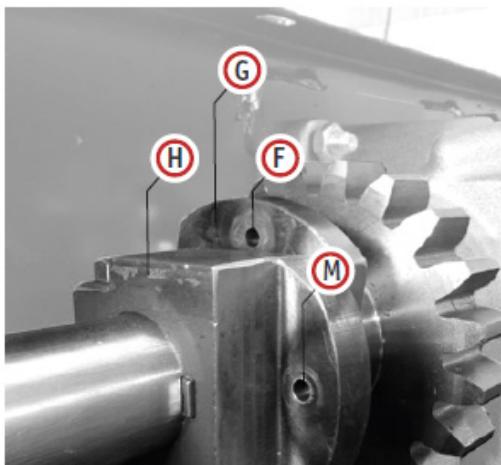

Fig.5
1. El asiento (M) del eje (H) o el asiento (F) del engrane (G) (Fig. 5-5ª) esta gastado. En este caso, necesita remplazar el eje (M) o el engrane (G) (Fig. 5). Si ambos están dañados, por favor replácelos.